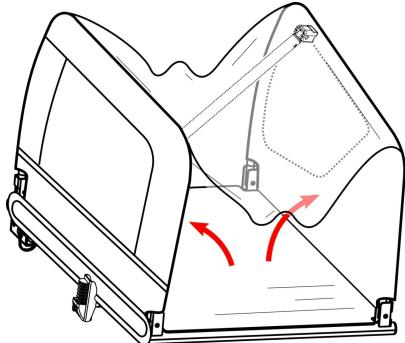

Abbildung 1
Nehmen Sie den Hauptrahmen des Anhängers und alle anderen Komponenten aus dem Karton. Schwarze Schutzkappen an 4 Ecken entfernen. Heben Sie beide Seitenwände in eine aufrechte Position ( Abbildung 1 ).
**Schließen Sie die Kupplung an der Anhängerkupplung an und sichern Sie den Sicherheitsstift ( Abbildung 1 3 ).** Sobald die Anhängerkupplung befestigt ist, wickeln Sie den Sicherheitsgurt um den Rahmen des Fahrrads und haken Sie ihn in den D-Ring an der Anhängerkupplung ein.
Befestigen Sie zwei Griffaufnahmen an den hinteren Rahmenrohren, indem Sie die Muttern festziehen. Drücken Sie an den Griffenden die Federknöpfe und schieben Sie den Griff in die Lenkeraufnahmen, bis zwei Federknöpfe durch die Löcher herausspringen ( Abbildung 1 4 ). Um den Griff zu entfernen, drücken Sie die Knöpfe und ziehen Sie den Griff nach oben.
Stecken Sie das Rechteckrohr am Vorderrad in die Rechteckhalterung unter dem Vorderrahmen des Anhängers. Stellen Sie sicher, dass die Löcher an beiden Rechteckrohren ausgerichtet sind. Arretieren Sie das Vorderrad mit dem Schnellspanner ( Abbildung 1 5 ).